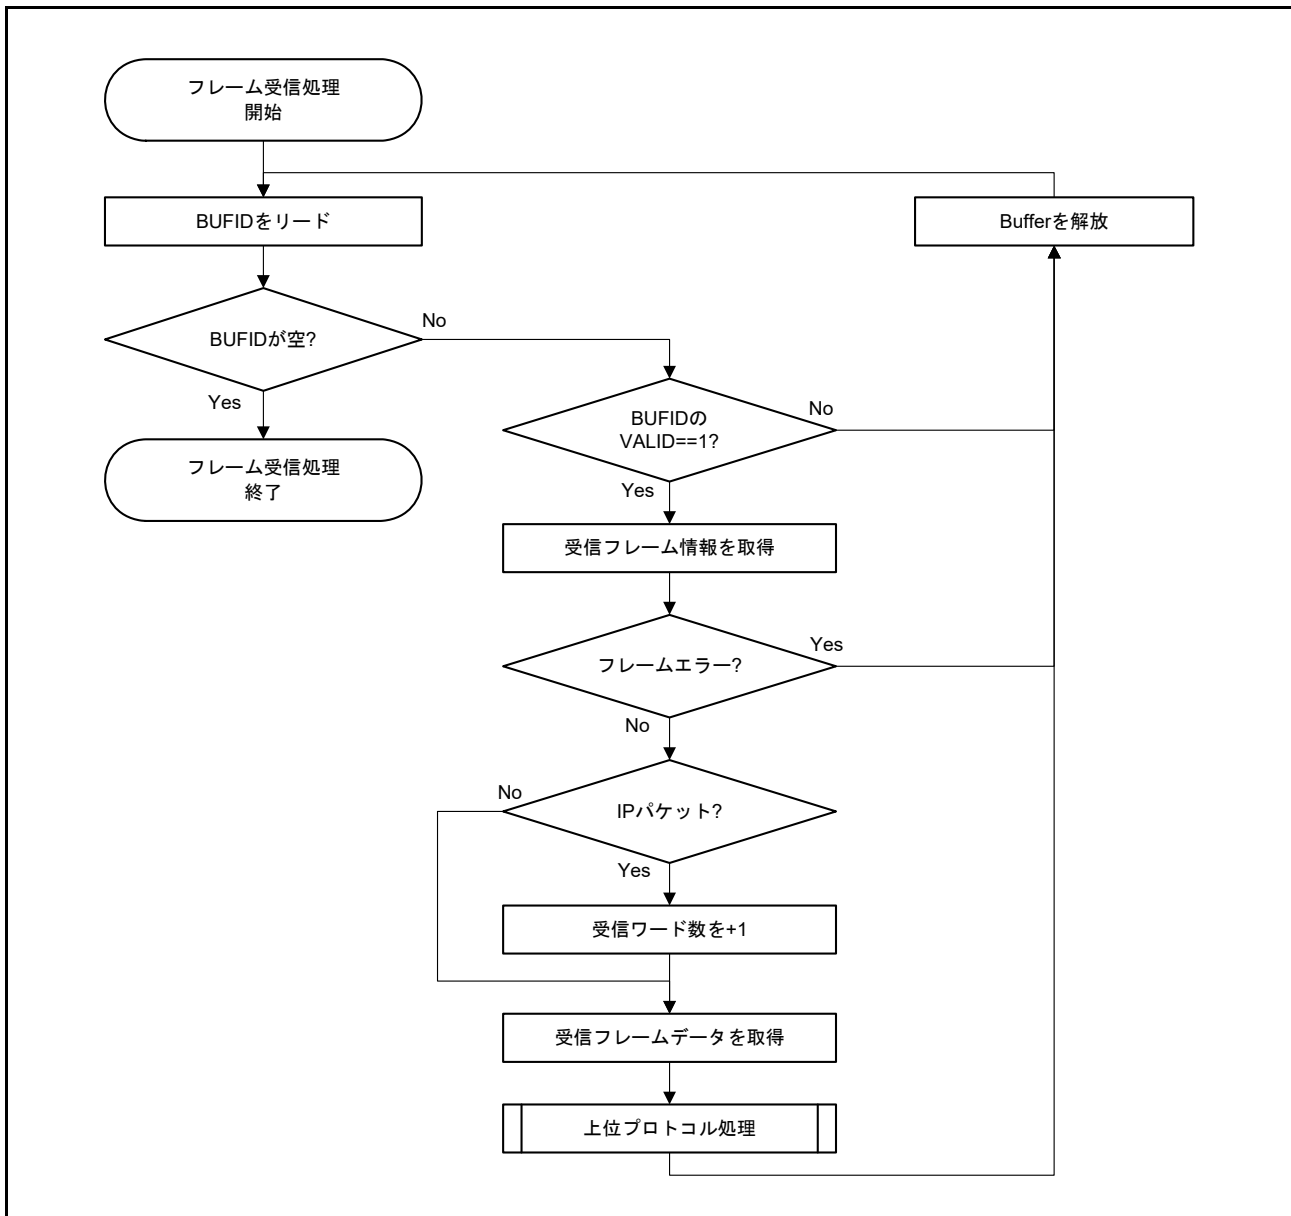

図 28.33 受信処理例
- (2) データを欠損させないために、IP パケットの場合は受信ワード数を 1 ワード加算して、上位のスタックに引き渡して処理を実施してください。また、上位スタックでは、IP ヘッダの Total length を元に IP パケットのペイロードを取得し、それ以降のデータは破棄してください。受信処理のフローチャート例を **図 28.33** に示します。